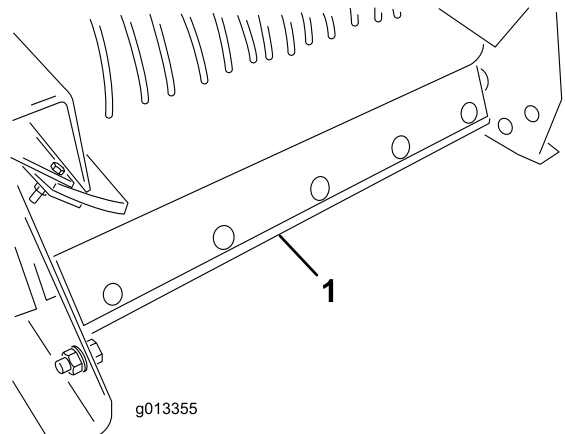

Figura 60
6. Staccate il gruppo raschiatore di pulizia del nastro dalla parte posteriore della macchina (Figura 60).